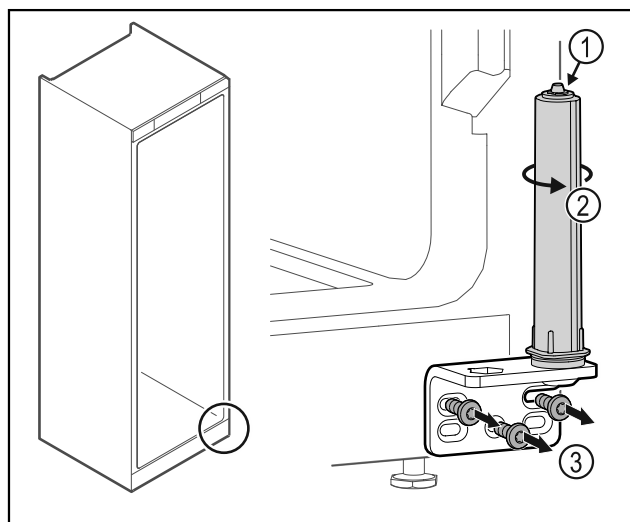

Fig. 36
- ▶ Älä pura oven sulkuyksikköä Fig. 36 (1).
- ▶ Kierrä sulkuyksikköä Fig. 36 (2), kunnes se naksahdaa.
- ▶ Irrota saranakulma Fig. 36 (3).